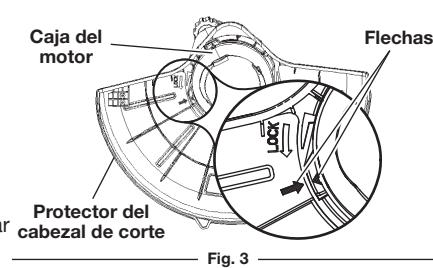

Fig. 3
- Alinee la flecha del protector del cabezal de corte con la flecha en la caja del motor (Fig. 3).
- Dé vuelta al protector del cabezal de corte en sentido anti horario, en dirección LOCK (traba) (Fig. 3), hasta que encaje en su lugar. Cerciórese de que esté ensamblado como se muestra en la sección *Conozca su unidad*.